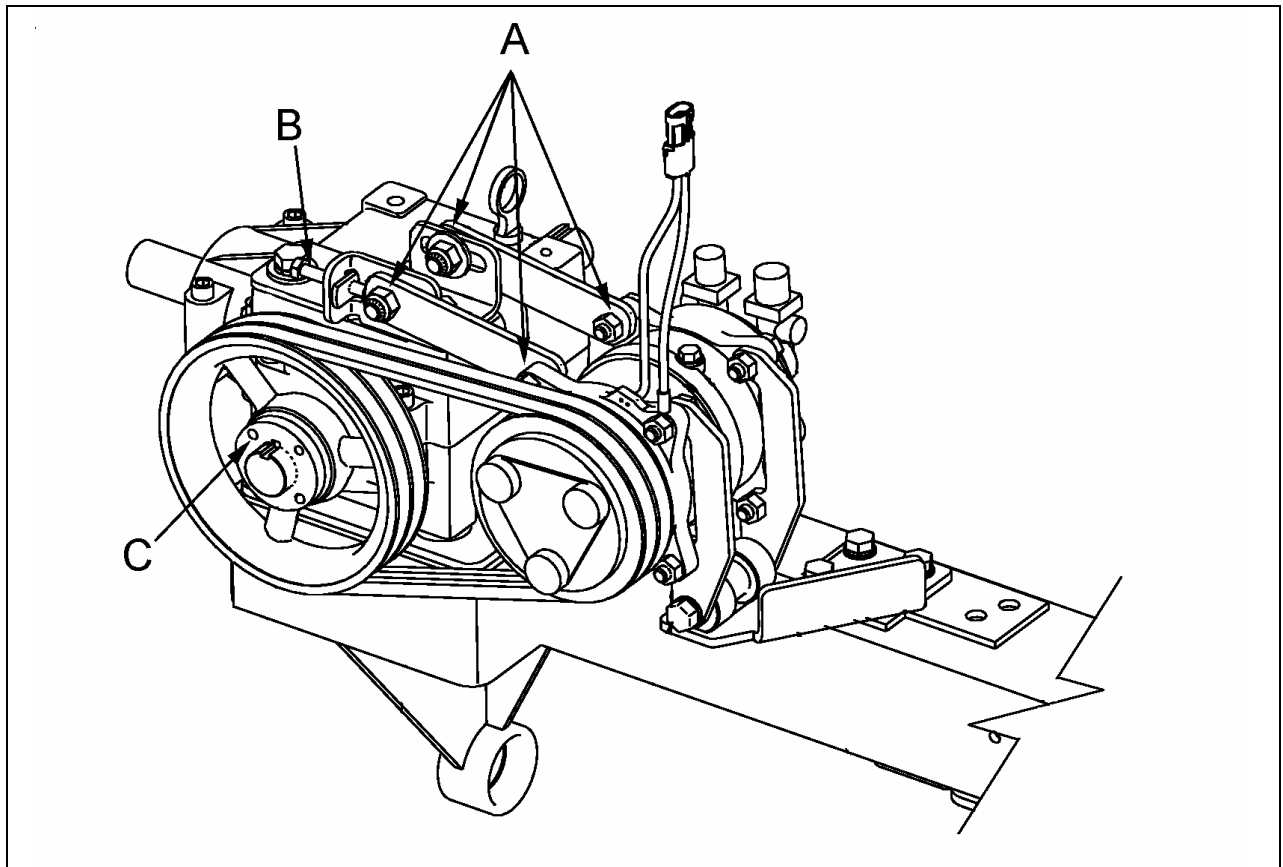

Figure 1: NOUVELLE INSTALLATION
1. Sur l'installation actuelle de votre véhicule (similaire à la nouvelle installation, voir Figure 1), desserrer les écrous A et dévisser légèrement la vis B pour enlever la tension de la courroie.
3. Enlever la poulie. Pour ce faire, dévisser les 3 vis C (Figure 1) de la douille et revisser dans les 3 trous filetés de la douille. Visser les 3 vis de façon égale jusqu'à la séparation de la douille et de la poulie.
6. À l'aide de la vis B (Figure 1), déplacer le tendeur de courroie afin d'appliquer une tension de 38 lb sur les courroies (utiliser une jauge à tension de courroie). Lorsque la bonne tension est atteinte, serrer fermement les écrous A.